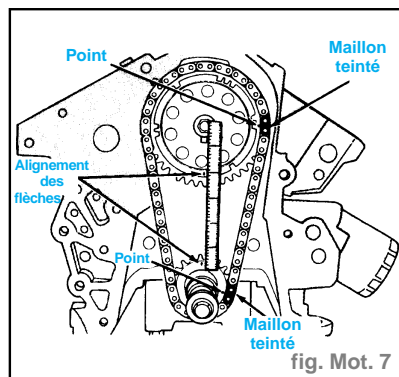

fig. Mot. 7
- Se servir d'une règle pour vérifier l'alignement des repères de distribution (fig. Mot. 7).